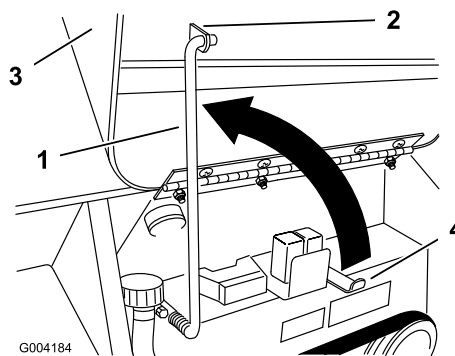

Figure 22
3. Relevez la béquille et engagez-la dans la patte sur le capot (Figure 22).